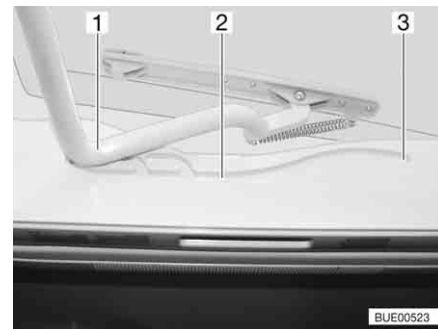

Bild 90 Heki-Dachhaube, Führung
- Den Bügel (Bild 90,1) in den Führungen (Bild 90,2) bis in die hinterste Position (Bild 90,3) ziehen.
- Den Bügel (Bild 90,1) mit beiden Händen leicht nach oben drücken.
- Den Bügel in den Führungen (Bild 90,2) bis zur gewünschten Stellung ziehen.